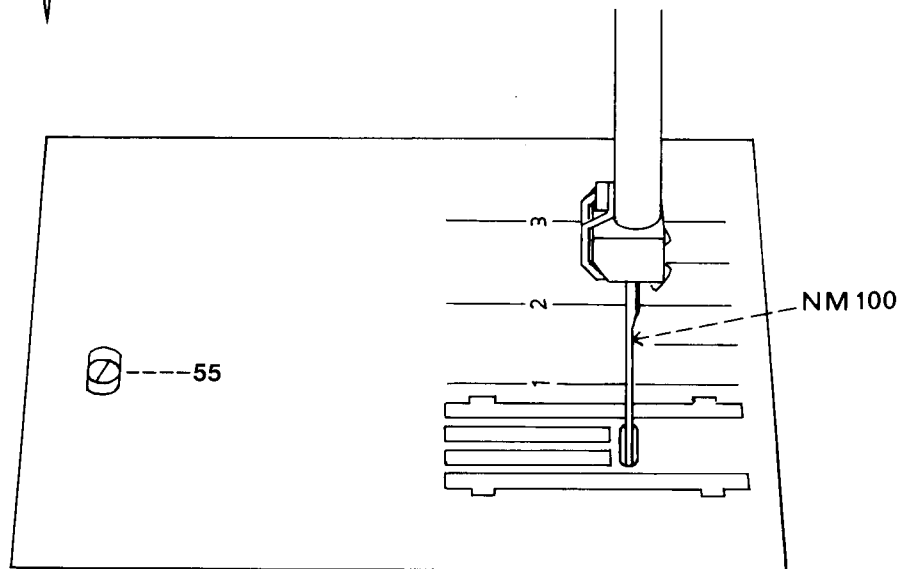

Fig. 16b
- Den Einstellexzenter 55 drehen, bis der Abstand vorne und hinten im Stichlochschlitz der Stichplatte gleich ist (siehe Abb. 16b).